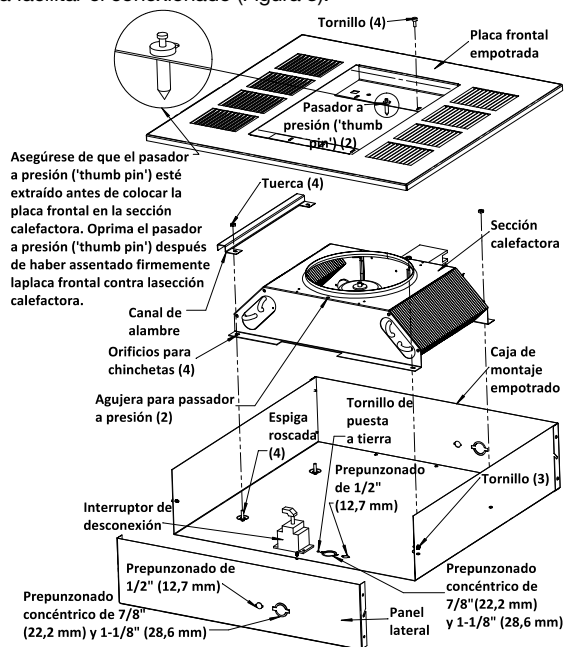

Figura 3
- Extraiga la caja de montaje empotrado (Figura 3) de la caja que contiene el gabinete de montaje empotrado tipo FIE-REB-N or FIE-REBNW-W.
- Quite los tres tornillos y el costado de la caja de montaje empotrado para facilitar el conexionado (Figura 3).
- Retire uno de los troqueles que están cerca del tornillo de puesta a tierra e instale un conector de cables o conductos (Figura 3).
- Instale el interruptor de desconexión opcional (si fuera necesario) como se indica en la Figura 3.
- Posicione la sección calefactora sobre las espigas roscadas de la caja de montaje empotrado (Figura 3).
- Empuje la sección del calefactor contra los pernos y coloque dos tuercas (incluidas) en los pernos para sujetar la mitad de la sección del calefactor opuesta a los cables enfundados a la caja empotrable. Empuje el cablecanal contra los pernos asegurándose de que los cables enfundados queden adentro del cablecanal y coloque dos tuercas (incluidas) en los pernos para sujetar el cablecanal y la otra mitad del calefactor a la caja empotrable. (Figura 3).
- Extraiga la placa frontal empotrada (Figura 3) de la caja que contiene el gabinete de montaje empotrado tipo FIE-REB-N or FIE-REBNW-W.
NOTA: asegúrese de que el pasador a presión ('thumb pin') de cada extremo de la abertura de la rejilla de descarga esté extraído, para permitir que el cuerpo de estos pasadores encaje en los agujeros de la sección calefactora (Figura 3).
- Instale y apriete firmemente los cuatro tornillos (suministrados) para asegurar la placa frontal empotrada a la sección calefactora (Figura 3).